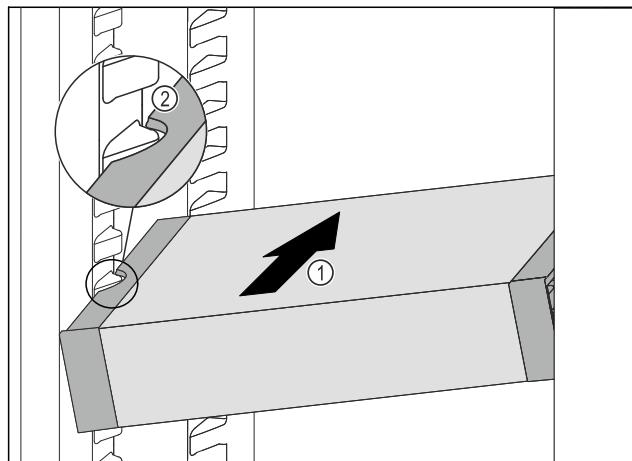

Fig. 45
- ▶ Вкарайте VarioSafe под ъгъл в хладилната част Fig. 45 (1), докато страниците прорези Fig. 45 (2) на VarioSafe се намират на височината на реброто на съда в хладилната част.